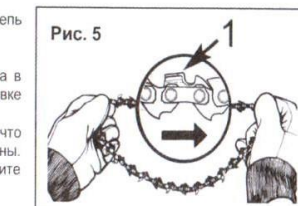

Рис. 5
- Растяните цепь так, чтобы резы были направлены ПО ЧАСОВОЙ СТРЕЛКЕ к вращению. На зубьях цепи нанесена стрелка указания направления. (Рис. 5).